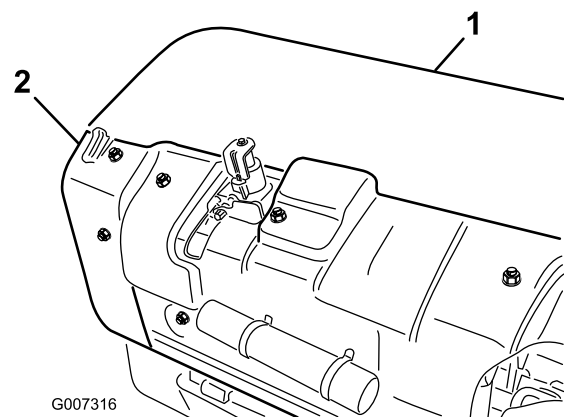

Figura 35
1. Retire la cubierta trasera del cabezal de perforación (Figura 35).
- Retire los pernos de montaje del protector de la polea, y retire el protector (Figura 35).